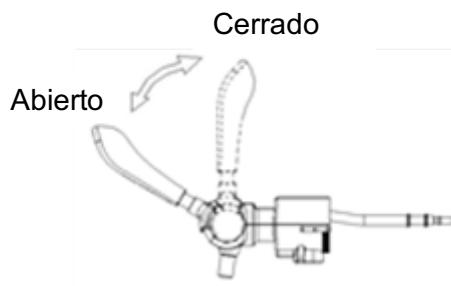

Figura 12
- 14.4. Cuando el tirador del grifo está cerrado en la posición vertical (como se muestra en la Figura 12, posición “Cerrado”), tire del grifo hacia adelante 45 grados para extraer la cerveza (como se muestra en Figura 12, posición “Abierto”).